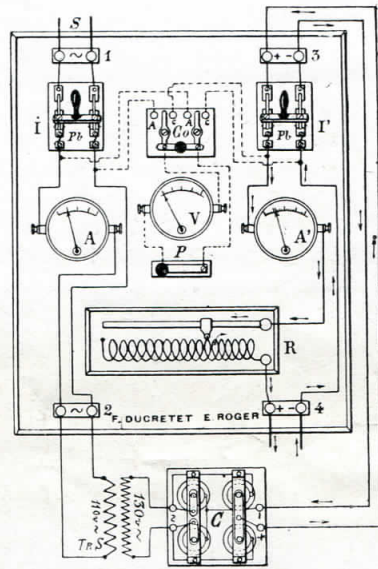

Fig. 10
59. **Tableau de distribution** suivant le schéma de la figure 10; complet sur panneau chêne, communications visibles; pour **10 ampères**.
N. B. — Ce tableau universel peut être utilisé pour la 1^{re} formation des électrodes; pour cela on amènera les fils du courant ~ aux bornes 3 et on reliera les bornes ~ du clapet électrolytique aux bornes 4 du tableau. On reliera les bornes + et — du clapet électrolytique aux bornes 1 du tableau, et le commutateur Co sera disposé de façon à être sur les plots **A. A.** Dans ces conditions on opère la formation comme il est indiqué page 3. La formation terminée, remettre les connexions comme l'indique la fig. 10, les bornes 4 étant celles d'utilisation. Le survolteur TRS, à titre d'indication, peut être remplacé par un dévolteur ou supprimé, suivant le cas. Le voltmètre V, à l'aide du commutateur inverseur Co, permet de mesurer les volts à la source ~ ou aux bornes + — du clapet électrolytique.